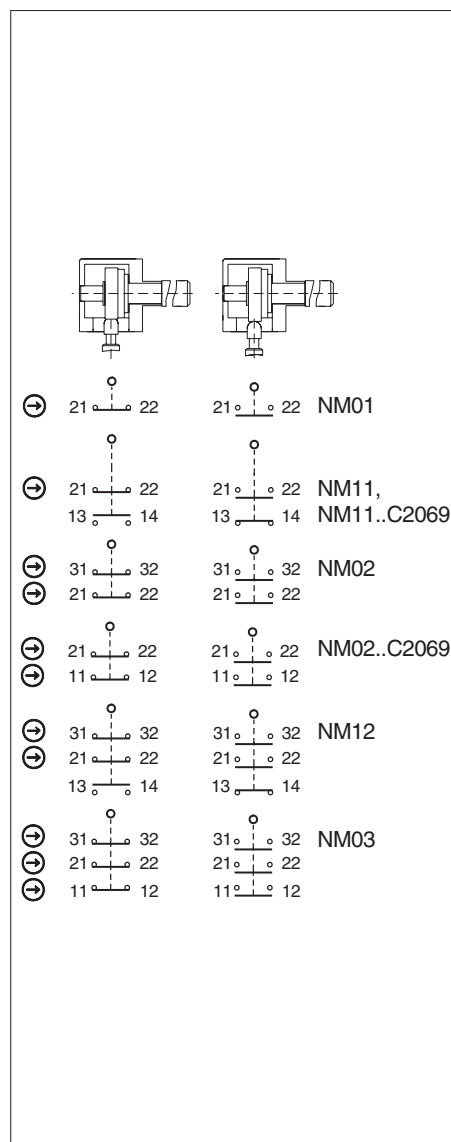

Fig. 3: Microinterruttori e commutazioni
Occorre utilizzare almeno un contatto \rightarrow . Questo segnala la posizione del riparo (per la disposizione dei contatti vedere Fig. 3).
3. Collegare e serrare i morsetti con una coppia di 0,5 Nm (per la disposizione dei contatti vedere Fig. 3).